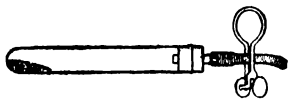

Рис. 44. Прибор для прокаливании металла в закрытом сосуде.
■ **Опыт 2.** Насыпьте в пробирку немного того же металла, который вы брали в первом опыте. Вставьте пробку с трубочкой, на которую надет каучук с зажимом (рис. 44), уравновесьте на весах и, встряхивая металл в пробирке, нагрейте до изменения его цвета. Дайте остыть и снова поместите на весы. Вес остаётся прежним.